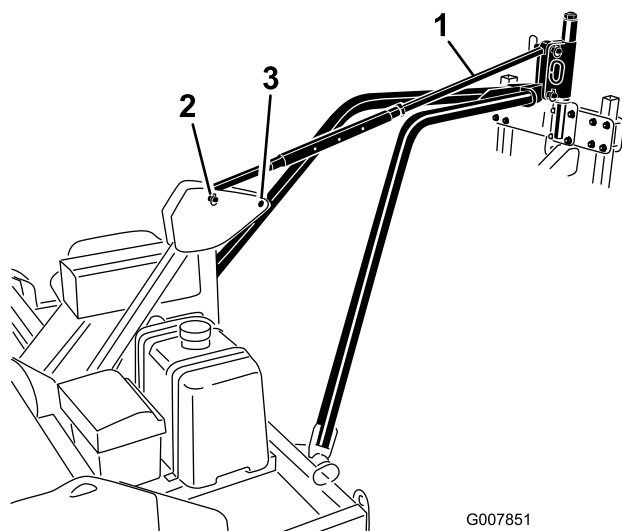

Рисунок 14
5. Совместите отверстие в фасонке буксировочного кронштейна с нижними отверстиями в сцепном шарнире аэратора (Рисунок 14). Прикрепите фасонку буксировочного кронштейна к сцепному шарниру аэратора с помощью пальца сцепного устройства и шплинта.
7. Прикрепите тягу регулирования шага к верхним отверстиям в сцепном шарнире аэратора и к шарниру сцепной рамы с помощью пальцев сцепного устройства и шплинтов (Рисунок 14).